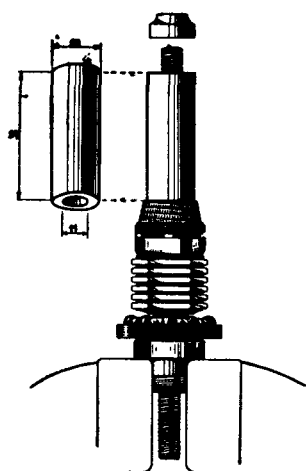

fig. 1
1. Sätt upp hjulaxeln i ett skruvstycke och drag fast den gängade bussningens nyckelgrepp mellan skruvstyckets backar (fig. 1).
2. Träd den speciella distanshylsan över axelns andra ände (fig. 1).
4. Lås distanshylsan medelst axelns lagerkona nr 9 (fig. 1).